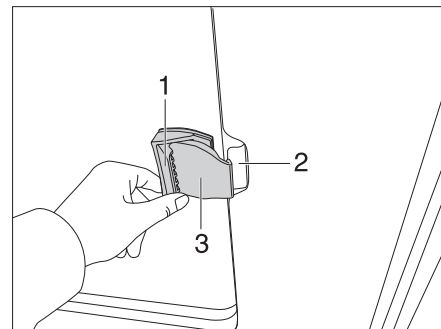

Bild 62 Skjutfönster utan lås
- Dra handtagsluckan (Bild 62,1) och skjut handtaget samtidigt framåt eller bakåt.